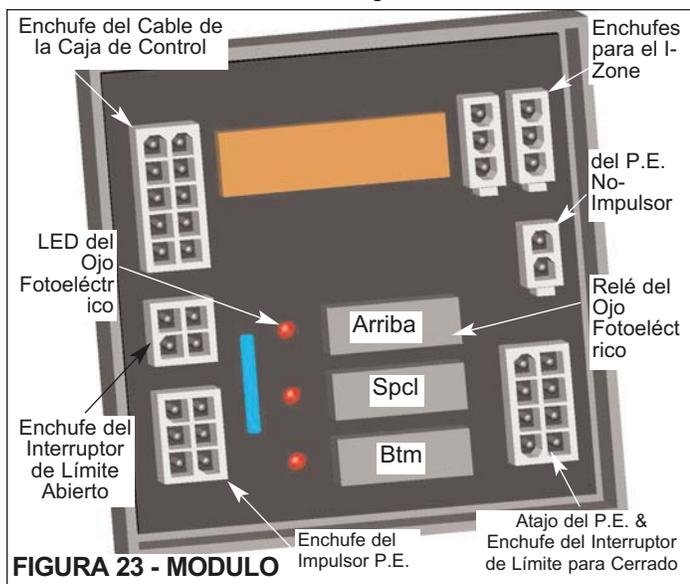

FIGURA 23 - MODULO
3. Conectar el impulsor, los cables del ojo fotoeléctrico no-impulsor y la cable de conducto de la caja de control hacia el modulo eléctrico, Figura 23.